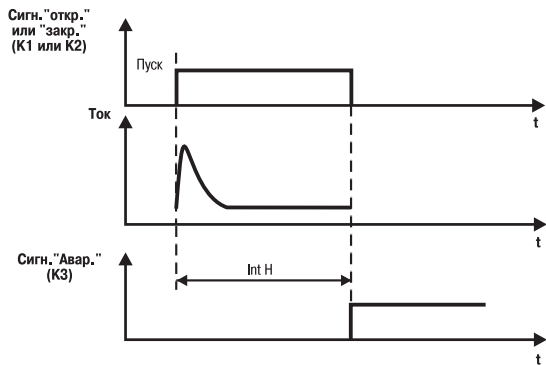

Рис. 9
– время, заданное в параметре $\bar{I}_{н\bar{H}}$, превышено, а соответствующий сигнал от компаратора уровня не поступил (рис. 9); эта аварийная ситуация возможна только в тех